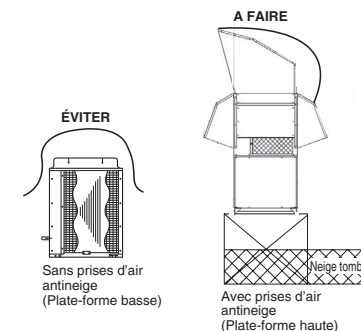

Fig. 2-5
Dans les régions avec fortes chutes de neige, l'unité extérieure doit être munie d'une massive plate-forme surélevée et de prises d'air antineige. (Fig. 2-5)
- La plate-forme doit être plus haute que la hauteur de neige max. (Fig. 2-5)